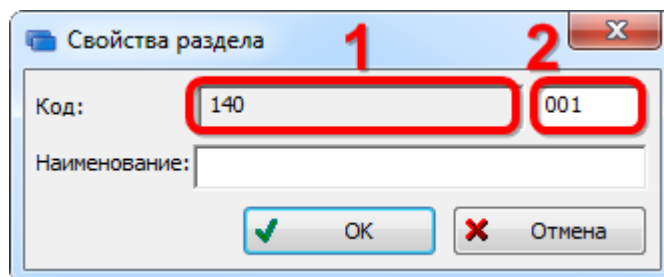

Рис. 13-14 – Создание подраздела
1) Для каждой системы изделия нужно создать подраздел справочника. Для добавления подраздела к разделу необходимо выделить раздел, и нажать кнопку «Создать» на вкладке «Редактирование». В появившемся окне «Свойства раздела» в поле «Наименование» ввести название. Первой частью кода подраздела (1 на рис. 13-14) является код родительского раздела. Значение второй части кода раздела, предложенное по умолчанию, можно оставить без изменения (2 на рис. 13-14). Нажать кнопку «ОК». Обозначение и наименование созданного подраздела появятся в дереве справочника.